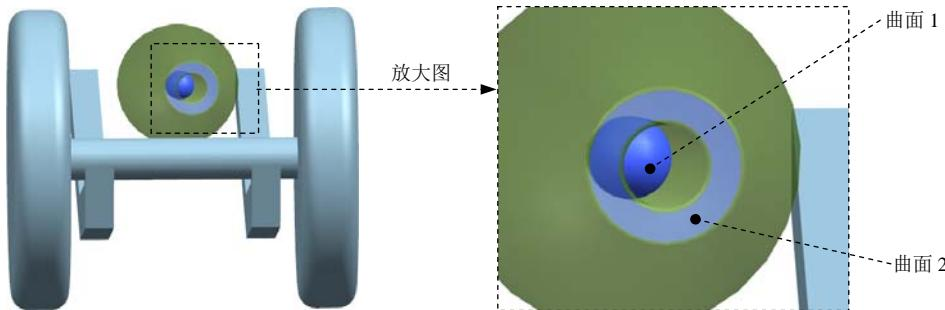

图 9.5.2 定义矢量力
② 定义原点。单击**操作**区域中的**指定原点**按钮，在右侧下拉列表中选择“圆弧中心”选项，在模型中选取图 9.5.2 所示的曲面 1 为原点参考。
③ 定义矢量方向。单击**操作**区域中的**\*指定方位**按钮，在右侧下拉列表中选择“自动判断的矢量”选项 $\downarrow$ ，在模型中选取图 9.5.2 所示的曲面 2 为参考。
(4) 定义基本对象。单击“矢量力”对话框**基本**区域中的**\*选择连杆 (0)**按钮，选取连杆 1 为基本连杆。
(1) 选择命令。选择下拉菜单**插入 (I)**  $\rightarrow$  **标记 (M)...**命令，系统弹出“标记”对话框。
(2) 定义参考连杆。在系统**选择连杆来定义标记位置**的提示下，选取连杆 2 为参考连杆。
(3) 定义参考点。在**方向**区域中单击**\* 指定点**按钮，在右侧下拉列表中选择“圆弧中心”**◎**选项，在模型中选取图9.5.2所示的曲面1为原点参考。